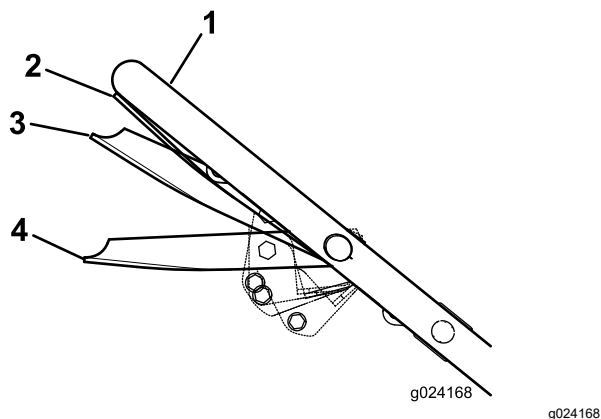

Figure 19
- Serrez la barre de commande contre le guidon en position Marche/Déplacement (Figure 19).
Important: Ne changez pas de vitesse lorsque vous serrez la barre de commande contre le guidon en position Marche/Déplacement au risque d'endommager la transmission. Placez la barre de commande en position Marche/Changement (Figure 19) pour changer de vitesse de déplacement.